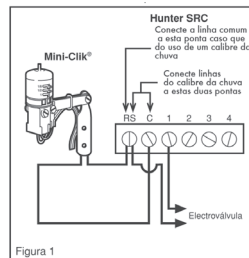

Figura 1
2. Conecte um dos cabos ao terminal RS e o outro ao terminal C (veja Figura 1).